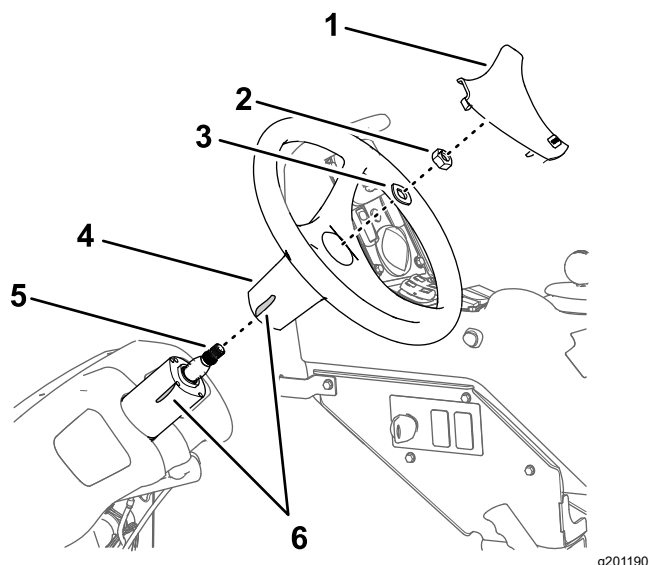

Рисунок 168
2. Снимите крышку с рулевого колеса (Рисунок 168).
3. Удалите гайку (5/8 дюйма) и шайбу (5/8 дюйма), которые крепят рулевое колесо к клапану рулевого управления, и снимите рулевое колесо (Рисунок 168).
1. Отметьте положение рулевого колеса на клапане рулевого управления отрезком ленты (Рисунок 168).